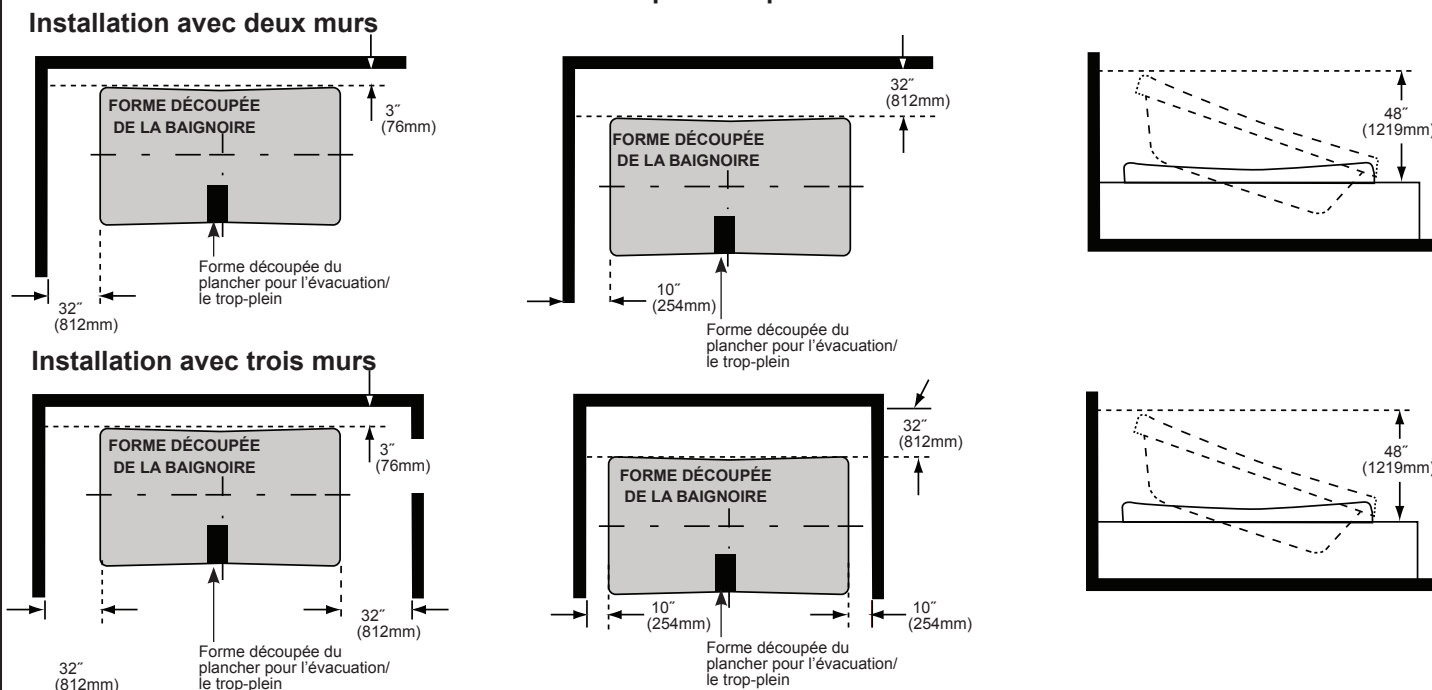

Figure 3
- Pour s'assurer que l'installateur a de l'espace pour se déplacer et installer la baignoire, allouez suffisamment d'espace au mur et au plafond (figure 3).